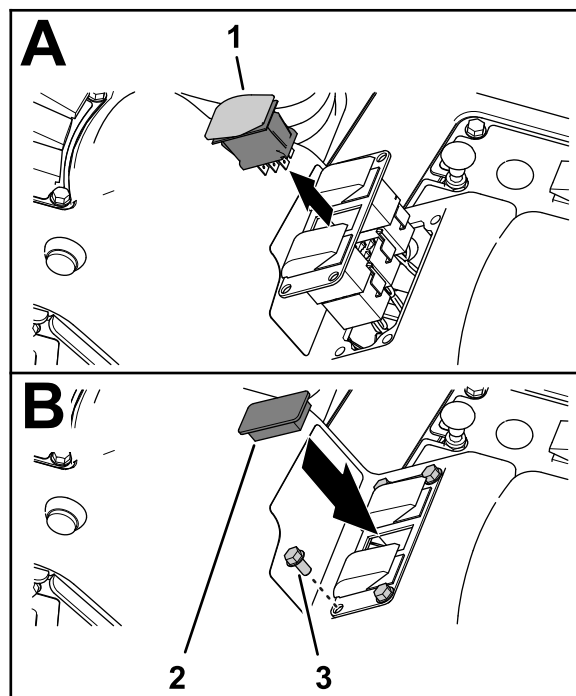

Рисунок 32
5. Установите панель с 3 переключателями на пульт управления (Рисунок 32) при помощи 4 винтов с фланцевыми головками (1/4 x 1/2 дюйма), снятых при выполнении пункта 1.